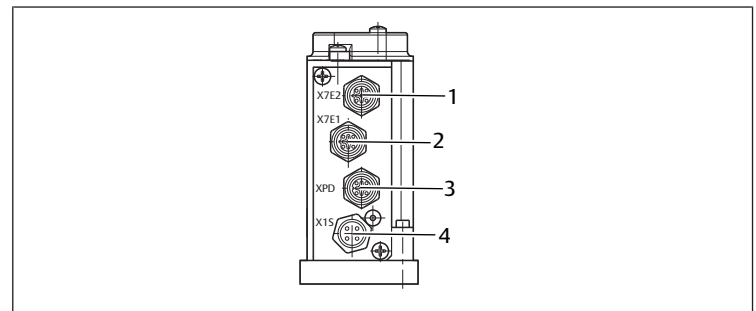

Bild 3: Anslutningar och hankontakter
Bussystemet ansluts via datakontakten M12, 5-polig, D-kodad. Apparaterna i ett PROFINET-system kan placeras i valfri ordningsföljd. Anslutningarna X7E1, PROFINET (2) och X7E2, PROFINET (1) kan därför byta plats, och kan endast konfigureras när systemet inte är i drift. Se kapitel → Bild 3.